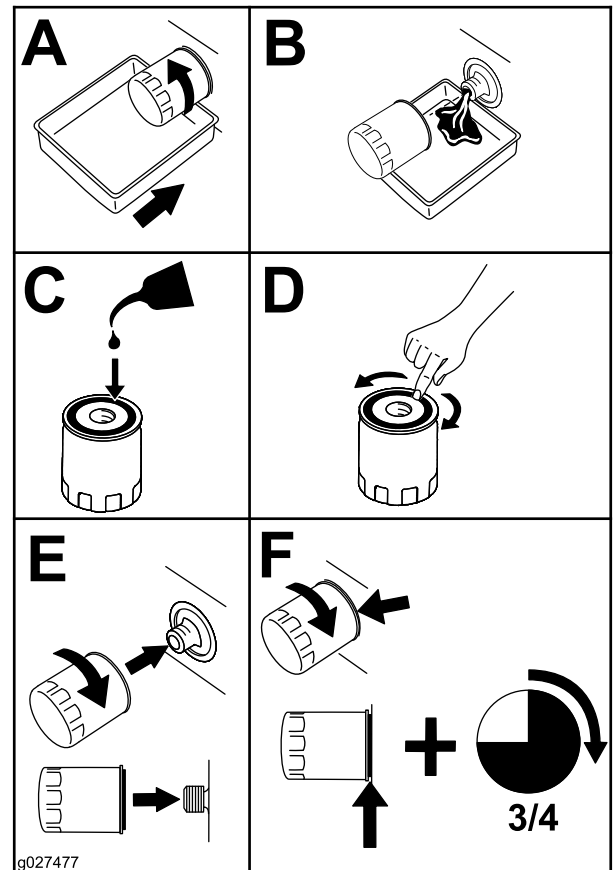

Bild 54
2. Wechseln Sie den Motorölfilter (Bild 54).